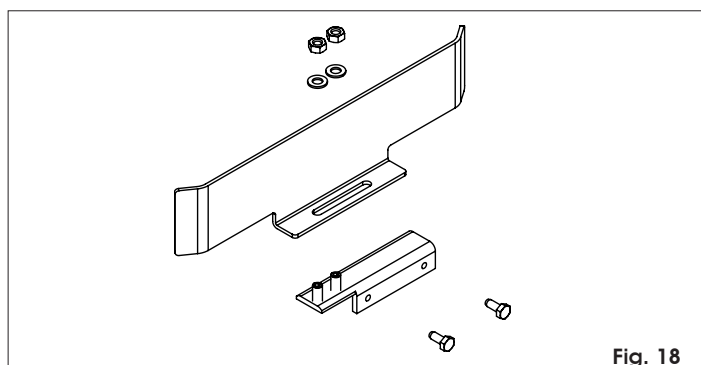

Fig. 18
- 1) Montare e fissare i 2 lamierini sagomati sui 2 supporti ad U con dadi e rondelle in dotazione, come in Fig. 18